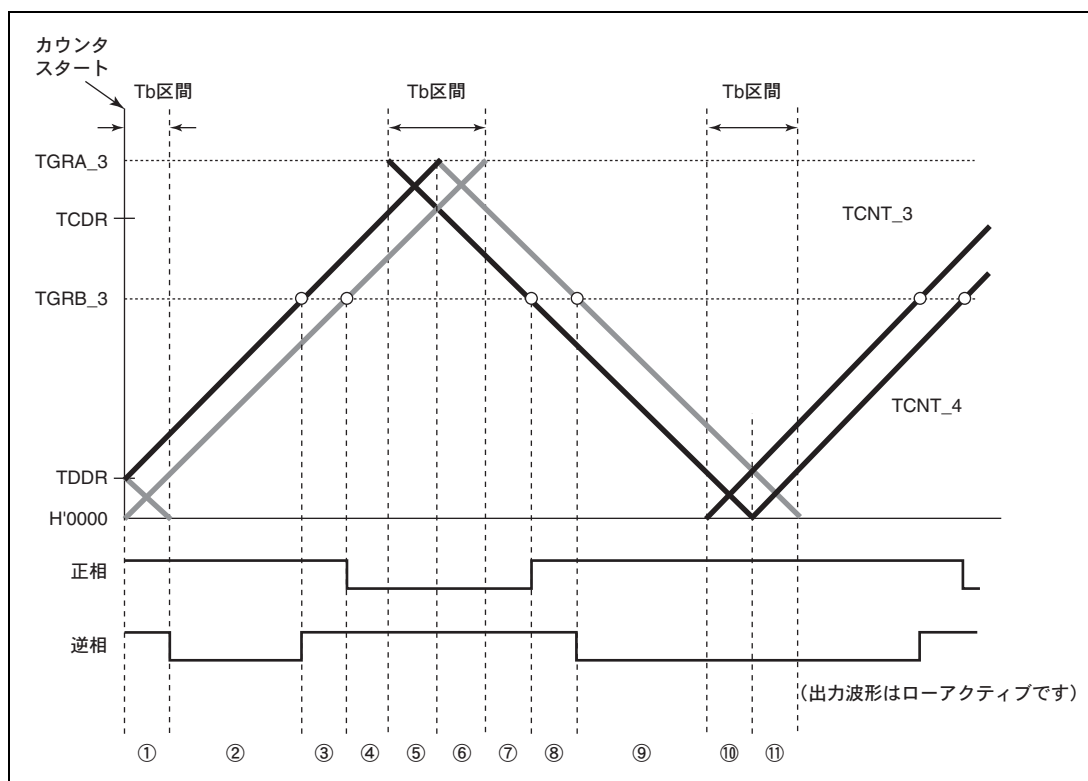
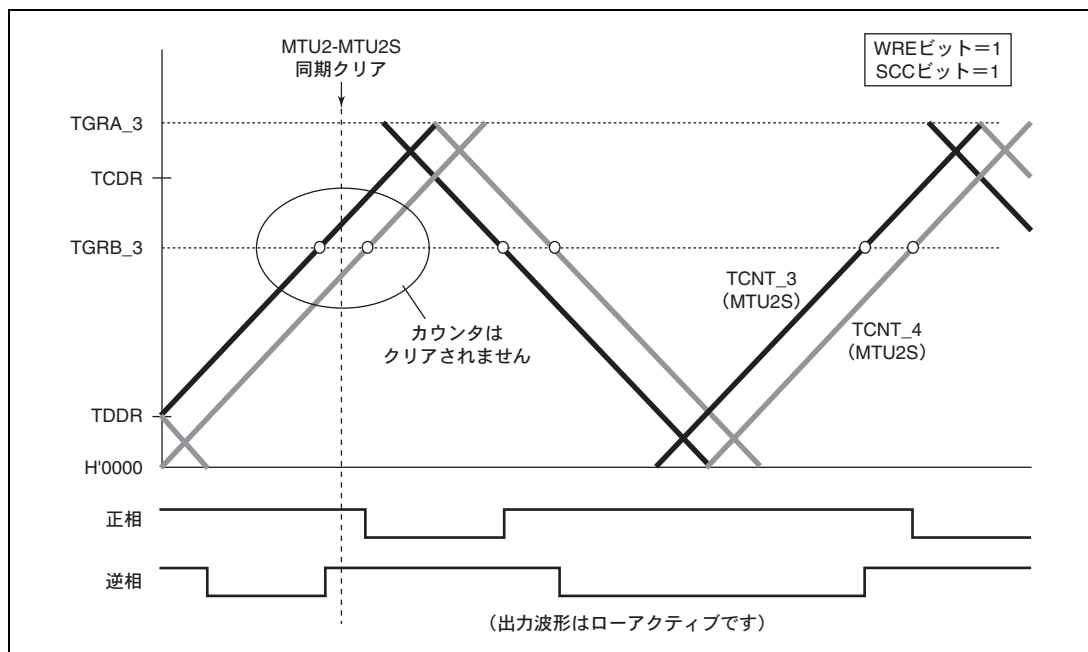
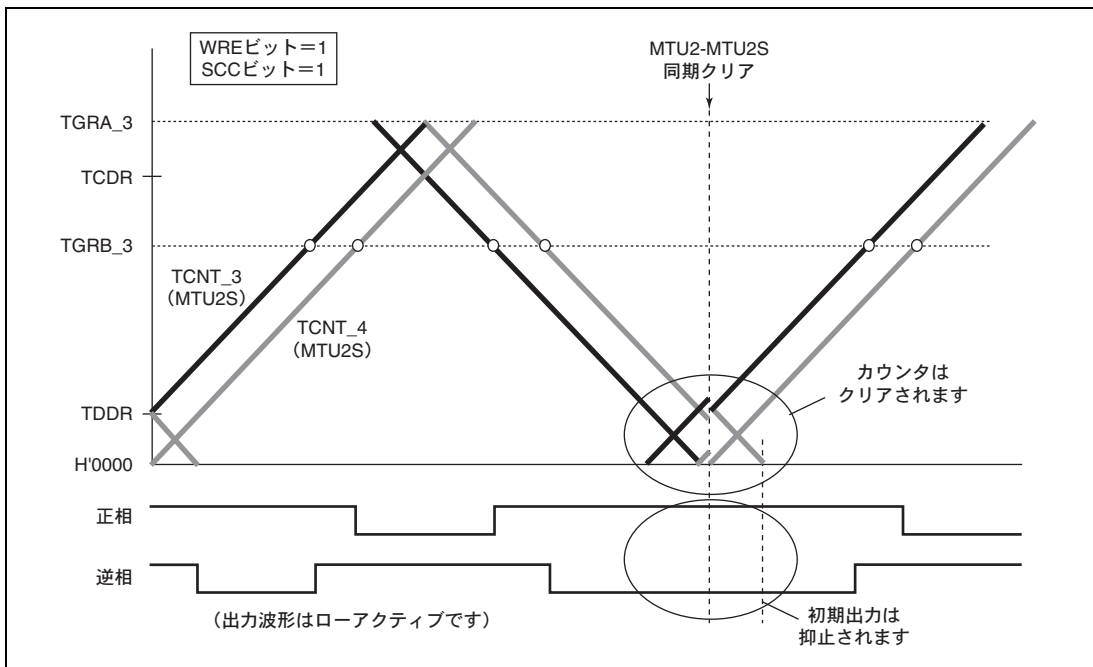

図 11.56 同期カウンタクリアタイミング
図 11.64 アップカウント中のデッドタイム時に同期クリアが発生した場合
図 11.67 谷の Tb 区間で同期クリアが発生した場合
WRE ビットを 1 に設定することで初期出力を抑制することができるのは、同期クリアが図 11.56 の⑩、⑪のような谷の T_b 区間で入ってきたときのみです。それ以外のタイミングで同期クリアが起こった場合は、TOCR レジスタの OLS ビットで設定した初期値が出力されます。また、谷の T_b 区間であっても、図 11.56 の①で示すカウンタスタート直後の初期出力期間で同期クリアが起こった場合には、初期出力の抑止は行いません。
(図 11.56 のタイミング③、MTU2 の TWCR レジスタの WRE ビット=1)
(図 11.56 のタイミング⑥、MTU2 の TWCR レジスタの WRE ビット=1)
(図 11.56 のタイミング⑧、TWCR レジスタの WRE ビット=1)
(図 11.56 のタイミング⑩、TWCR レジスタの WRE ビット=1)
図 11.64～図 11.67 に、MTU2S の TWCR の SCC ビットを 1 に設定して MTU2S を相補 PWM 動作をさせ、MTU2-MTU2S カウンタ同期クリア抑止機能を有効にした場合の動作例を示します。ここで、図 11.64～図 11.67 の同期カウンタクリアのタイミングは、それぞれ図 11.56 の③、⑥、⑧、⑪で示したタイミングです。また、この例では MTU2S の TWCR の WRE ビットは 1 に設定しています。
(図 11.56 のタイミング③、MTU2S の TWCR レジスタの WRE ビット=1、SCC ビット=1)
(図 11.56 のタイミング⑥、MTU2S の TWCR レジスタの WRE ビット=1、SCC ビット=1)
(図 11.56 のタイミング⑧、MTU2S の TWCR レジスタの WRE ビット=1、SCC ビット=1)
(図 11.56 のタイミング⑩、MTU2S の TWCR レジスタの WRE ビット=1、SCC ビット=1)